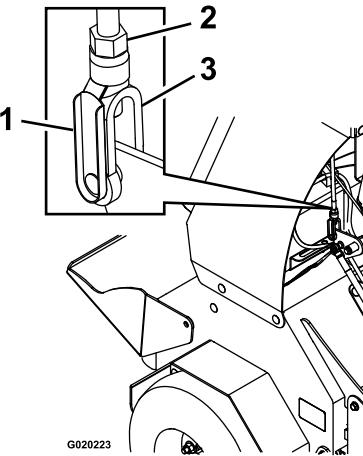

Figura 53
- B. Retire el pasador de muelle del conector de horquilla del acoplamiento de la palanca de control de tracción (Figura 53).
- Si la palanca de control **toca la barra de referencia**, gire el conector de horquilla (Figura 53) en sentido antihorario (visto desde la parte superior de la máquina).
- Si la palanca de control **no toca la barra de referencia**, gire el conector de horquilla (Figura 53) en sentido horario.
- D. Instale el pasado de muelle (Figura 53) y mueva la palanca de control hacia adelante.
- F. Retire el pasador de muelle, gire el tensor en sentido horario una vuelta más e introduzca el pasador de muelle (Figura 53).